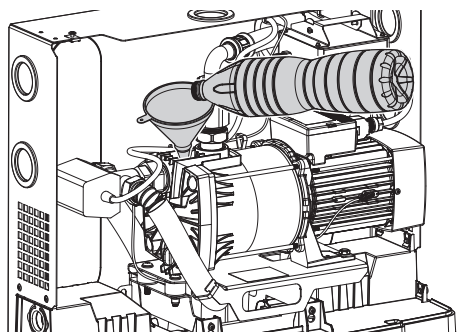

Fig. 22: Plnění čerpadla
2. Pomocí trychtýře naplňte čerpadlo čistou vodou (Fig. 22).